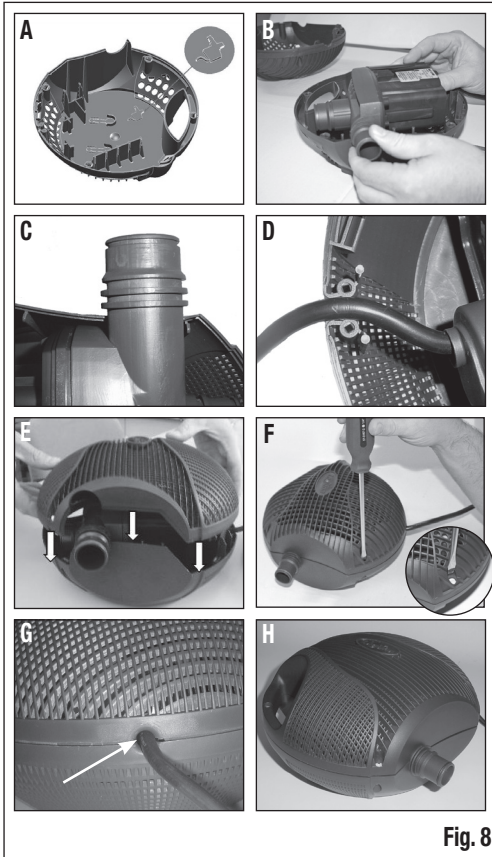

Fig. 8
**Assicurarsi che la pompa sia correttamente collocata all'interno del guscio (fare riferimento all'apposito disegno della pompa posto all'interno del guscio Fig.8/A), che quest'ultimo sia ben chiuso e che il cavo di alimentazione sia correttamente posizionato prima di ricollocare la pompa in laghetto per il suo funzionamento (vedi Fig. 8).**
## CHIUSURA DEL GUSCIO (Fig. 8)